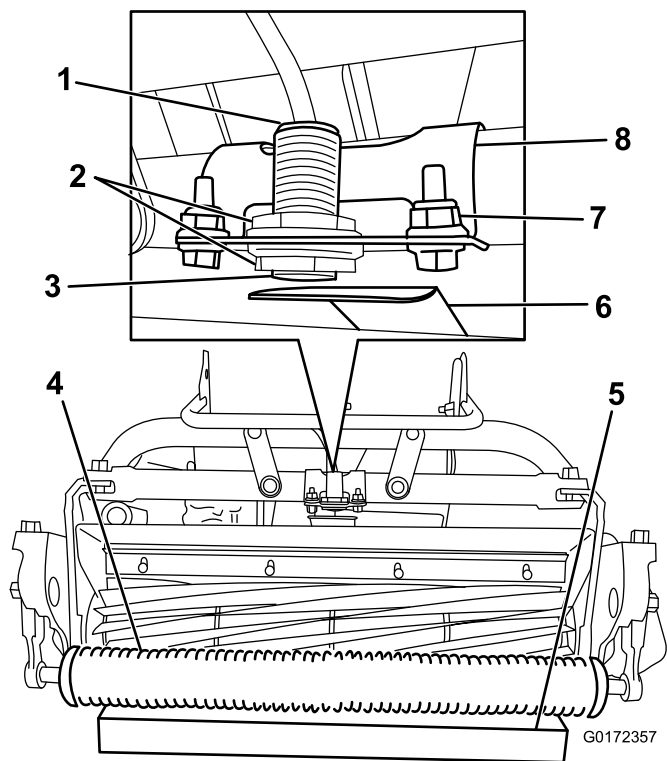

Рисунок 18
2. Ослабьте контргайки на датчике и отрегулируйте датчик таким образом, чтобы из нижней контргайки выходил наружу один виток резьбы (Рисунок 18).
4. Установите подставку толщиной 3,8 см под передний валик режущего блока (Рисунок 18).
5. Ослабьте детали крепления кронштейна датчика к раме (Рисунок 18).
8. Поворачивайте кронштейн датчика в сторону отражательной пластины до тех пор, пока не загорится индикатор сверху датчика (Рисунок 18). Если он уже горит, поворачивайте его в сторону от отражательной пластины, пока он не погаснет, затем в обратном направлении, пока он не загорится снова.